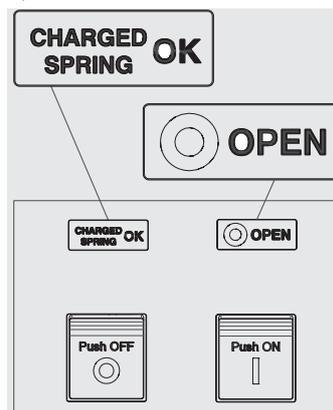

Figura 26
- Interruptor abierto con resortes cargados (véase Figura 26).